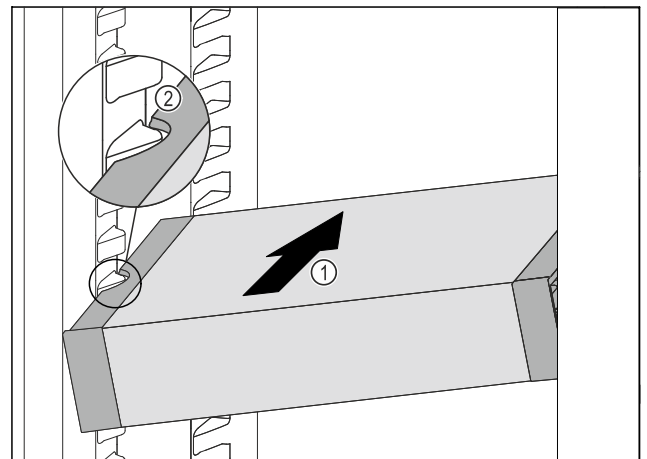

Fig. 114
- ▶ Työnnä VarioSafe vinoissa asennossa jääkaappiosaan Fig. 114 (1), kunnes VarioSafen sivuilla olevat lovet Fig. 114 (2) ovat jääkaappiosassa olevien kotelokiilojen tasolla.